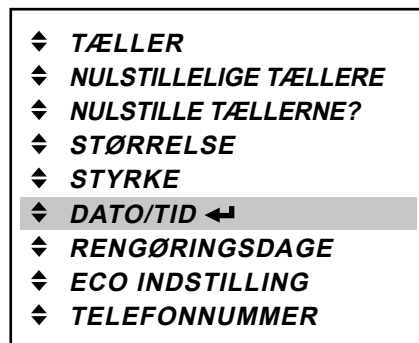

Fig. 59
1. Tryk på enter-knappen  for at gå ind i «DATO / TID»-menuen (fig. 59).